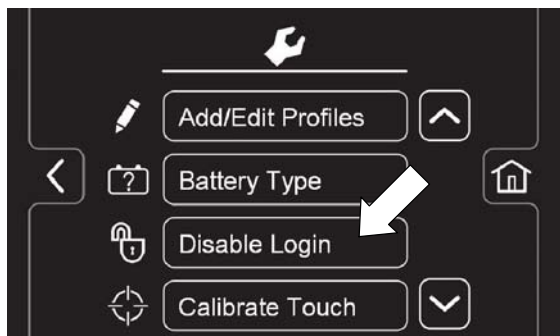

РИС. 153
- а.  Нажмите на кнопку "Запретить вход в систему" (Рисунок 153).